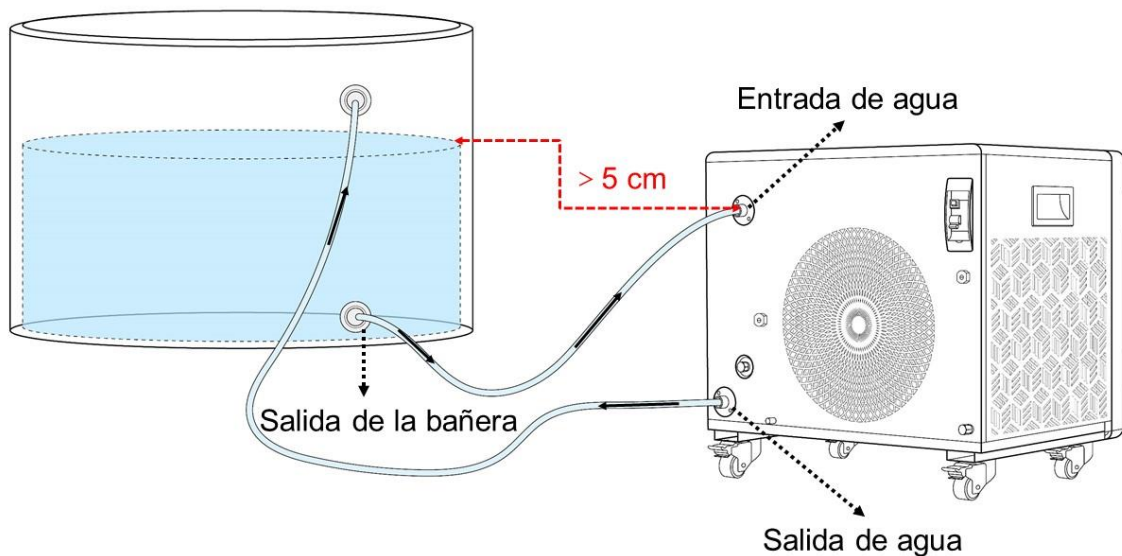

Figura 2. Conexión del enfriador y la bañera
2. Conecte las mangueras a los puertos de agua de la bañera (Ver Figura 2). Asegúrese de que todas las conexiones estén firmes. Luego abra las válvulas de entrada y salida (“+” cerrado, “-” abierto).